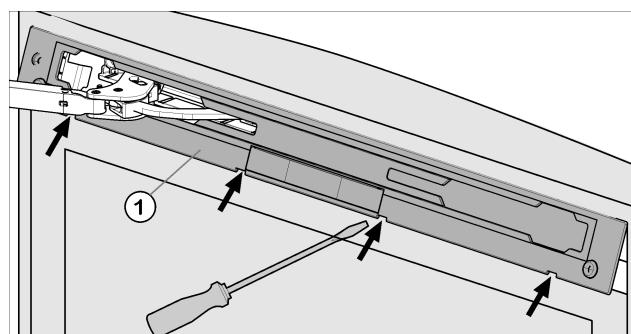

Fig. 4
- Desencaje el panel Fig. 4 (1) con el destornillador para tornillos de cabeza ranurada y retírelo.